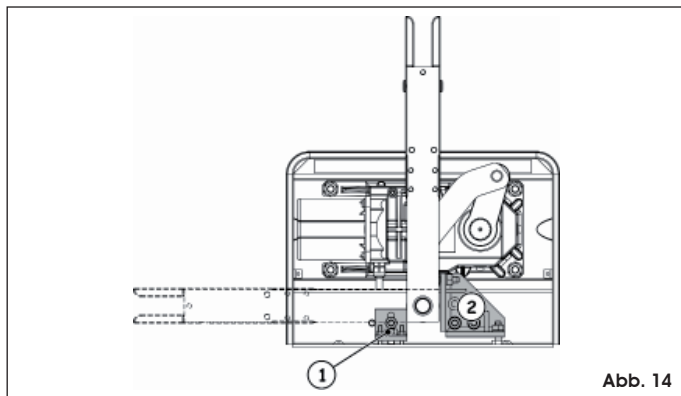

Abb. 14
Bei den Systemen mit Öffnung auf 110° und auf 140° können im Inneren des tragenden Gehäuses die mechanischen Anschläge (Optional) für den Öffnungs- (Fig. 14 rif.①)- und für den Schließvorgang (Fig. 14 rif.②) angebracht werden. Hinsichtlich der Befestigung ist auf die entsprechenden Anleitungen Bezug zu nehmen (Abb. 14).